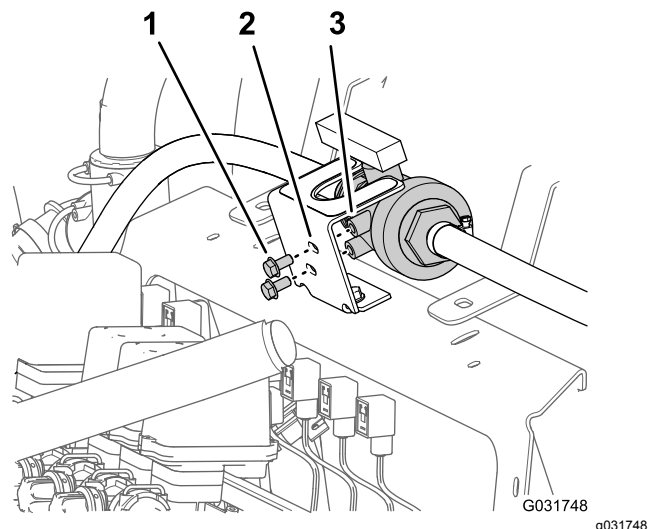

Рисунок 37
3. Удалите два болта с фланцевыми головками (5/16 x 5/8 дюйма), которые крепят шаровой клапан к монтажному кронштейну шарового клапана (Рисунок 37).